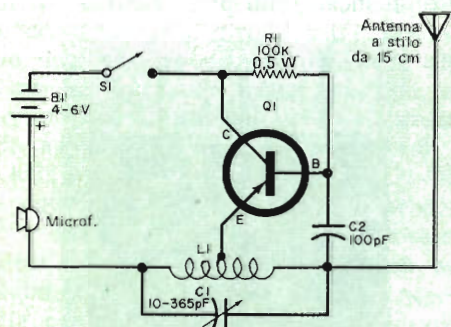

Fig. 4 - Questo microfono trasmettitore MF ha una portata di circa 15 m se usato con un'antenna corta e con un normale ricevitore.
**Circuiti a transistori** - Il microfono trasmettitore MF illustrato nella fig. 4 è una versione modificata del trasmettitore di suono TV descritto nella nostra rubrica nel numero di gennaio 1969 di Radiorama. Il nuovo circuito ha una portata di circa 15 m se usato con un'antenna corta ed un normale ricevitore MF.